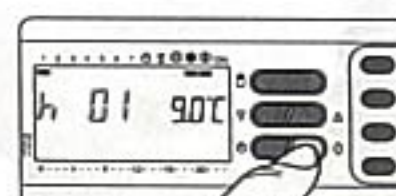

Fig. 55
**10.3** - Premere una sola volta il pulsante  $\diamond$  (fig. 55).